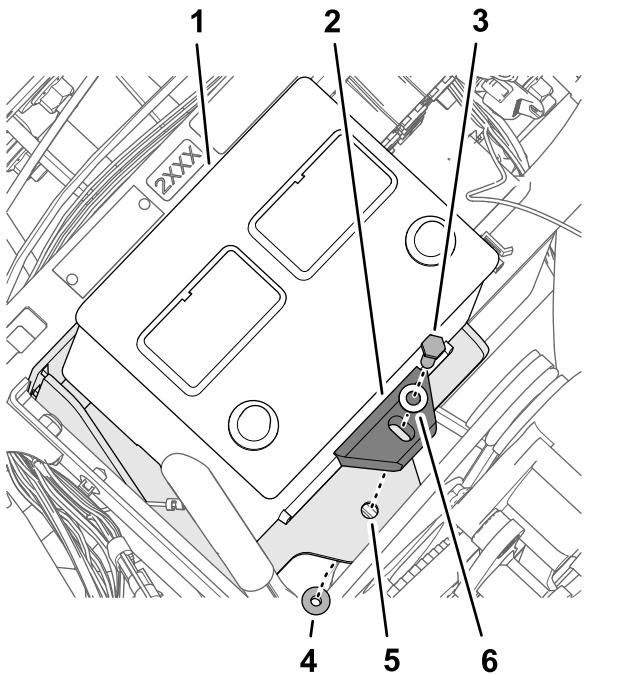

图177
5. 如 图 177 所示用螺栓 5/16 x $1\frac{3}{4}$ 英寸、垫圈 5/16 英寸、电池固定装置和凸缘锁紧螺母 5/16 英寸将电池组组装到电池支架上。